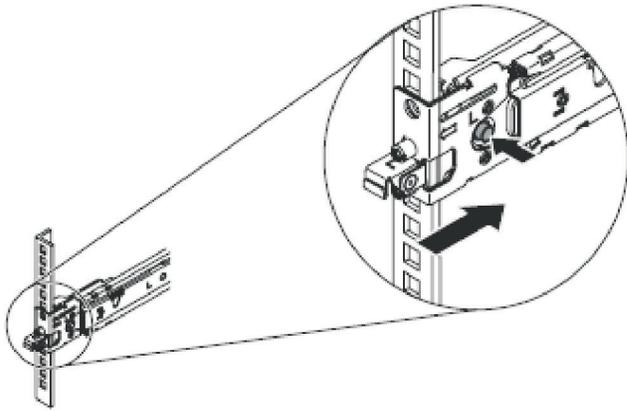

図 24. スライド・レールの前部端の取り付け
5. 31 ページの図 24 に示すように、スライド・レールの前部端を取り付けます。